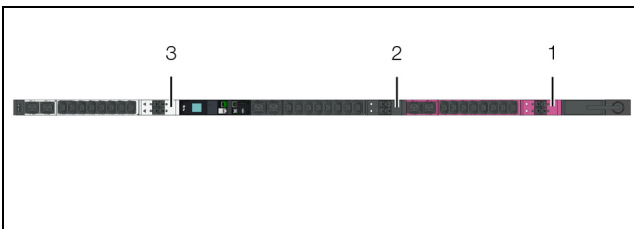

Abb. 66: Farbkennzeichnung der einzelnen Phasen und Steckplätze
Auf der Frontseite der PDU ist die Zuordnung der Steckplätze zu den einzelnen Phasen durch verschiedene Farben gekennzeichnet (siehe Abb. 66)
- Phase 1 (L1): Pink (Abb. 66, Pos. 1)
- Phase 2 (L2): Schwarz (Abb. 66, Pos. 2)
- Phase 3 (L3): Weiß (Abb. 66, Pos. 3)